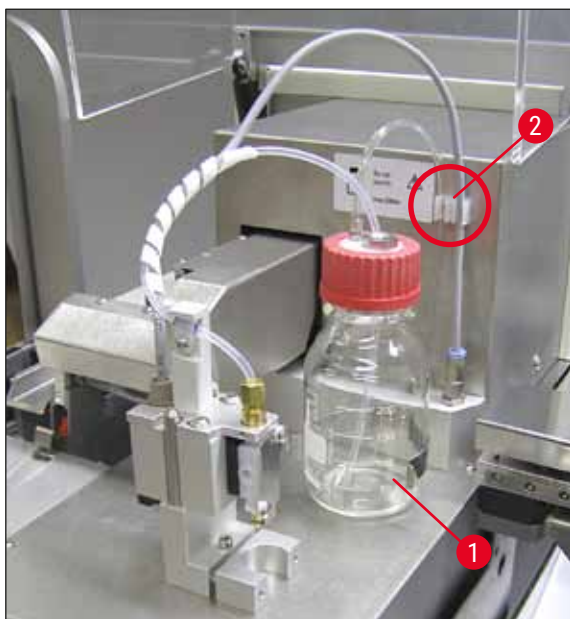

Fig. 12
6. Visser le couvercle (→ Fig. 10-5) sur le flacon de milieu (→ Fig. 12-1) et placer le flacon de milieu dans le support (→ Fig. 12).